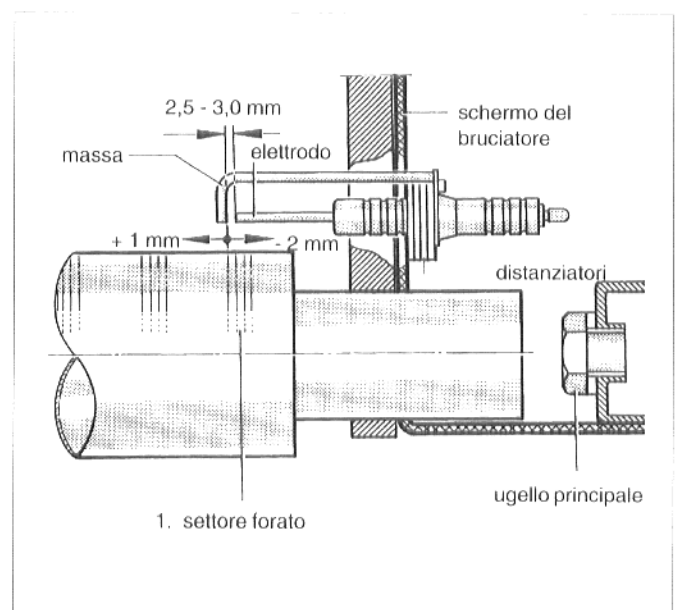

Fig. 28: Posizione della scintilla di accensione sul settore forato
- * Sostituendo l'elettrodo bisogna fare attenzione alla posizione della scintilla di accensione sul settore forato (Fig. 28). In caso di differenza, si provveda a correggere interponendo o togliendo distanziatori.